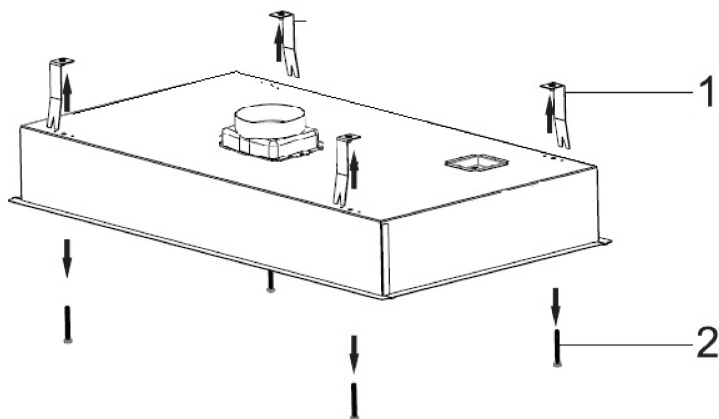

Fig. 11
1. ➔ Skru skrueene af fra beslaget og fjern beslagene (Fig. 11)